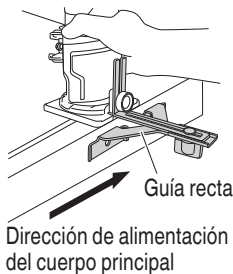

Fig. 21
- (3) Como se muestra en la Fig. 21, asegure firmemente la parte inferior de la base a la superficie procesada de los materiales. Haga avanzar la fresadora mientras mantiene el plano de la guía sobre la superficie de los materiales.